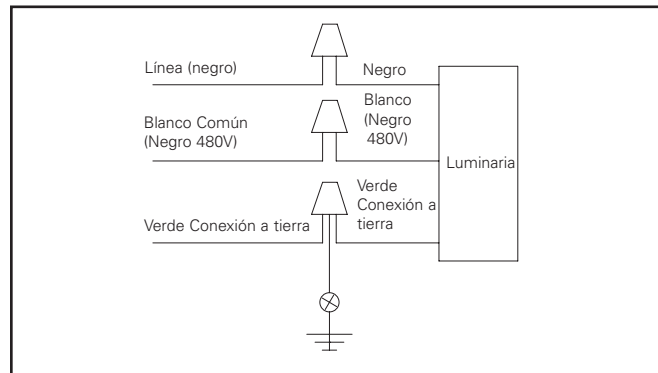

Figura 4.
- Haga las conexiones de cables dentro del brazo de montaje. Consulte los diagramas de cableado para ver las conexiones de alimentación. Conecte los cables de alimentación a los terminales correspondientes de la luminaria: (Figura 4)
1. Determine el método de conexión del cable ya sea dentro del brazo del mástil o dentro de una caja de conexiones separada. Se suministran cables conductores que salen del brazo del mástil para las conexiones. Consulte los diagramas de cableado para ver las conexiones de alimentación. Conecte los cables de alimentación a los cables adecuados de la luminaria como se muestra en (Figura 4).
3. Asegure el brazo del mástil al brazo de montaje con los (4) cuatro de fijación de 3/8-16 x 3/8". Nivele la luminaria mientras aprieta los tornillos de fijación. Apriete a 168 in-lbs.